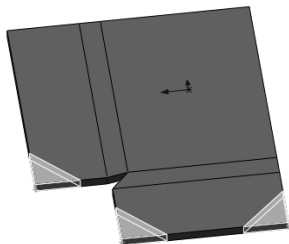

图 10-95 选择要折断边角的边线和面
2) 单击“钣金”工具栏中的（断开边角/边角剪裁）按钮，或单击“钣金”控制面板中的（断开边角/边角剪裁）按钮，或选择“插入”→“钣金”→“断开边角/边角剪裁”菜单命令，在图形区域中，选择要折断边角边线或法兰面，如图 10-95 所示。